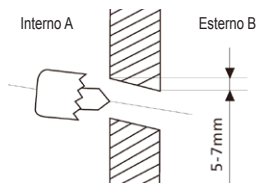

fig. 12 -
5. Eseguire un foro Ø65 mm (o Ø90 mm in base al modello) sulla parete ("fig. 12 -"), leggermente discendente verso l'esterno, iniziando a forare da un lato del muro (A) e terminando dal lato opposto (B) per evitare rotture anomale del muro stesso.